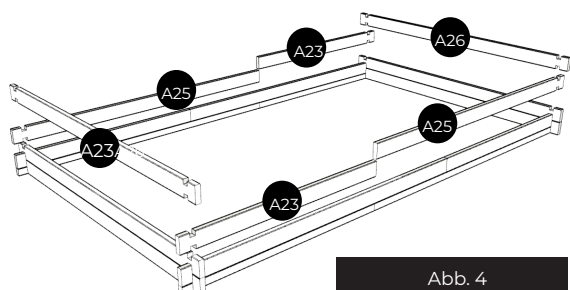

Abb. 4
3. REIHE BRETTER: Positionieren Sie die Bretter der dritten Reihe gemäß Abbildung 4. Die Lage der Auslassdüse und des Skimmers muss bereits zu Beginn des Aufbaus festgelegt werden (siehe die entsprechenden Abschnitte).